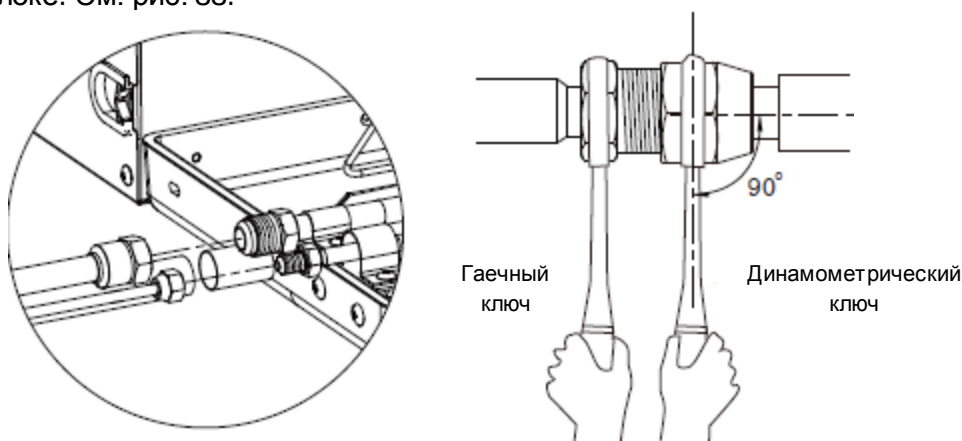

Рис. 33
- (1) При монтаже трубопровода необходимо выполнение следующих принципов: Соединительный трубопровод должен быть как можно короче. Перепад высот между внутренними и наружными блоками должен быть минимальным. Количество изгибов должно быть минимальным. Радиус кривизны должен быть максимальным.
- (2) Соединительные трубопроводы между внутренними и наружными блоками свариваются. Необходимо строго выполнять требования к технологии сварки. Наличие непропаянных соединений и точечных дефектов сварки не допускается.
- (3) При укладке труб будьте осторожны, чтобы не деформировать их. Радиус изгибов должен превышать 200 мм. Трубы не могут быть повторно согнуты или распрямлены, в противном случае материал будет затвердевать. Не сгибайте и не распрямляйте трубы более трех раз в одном и том же месте.
- (4) Используйте динамометрический ключ для монтажа соединительной муфты на внутреннем блоке. См. рис. 33.